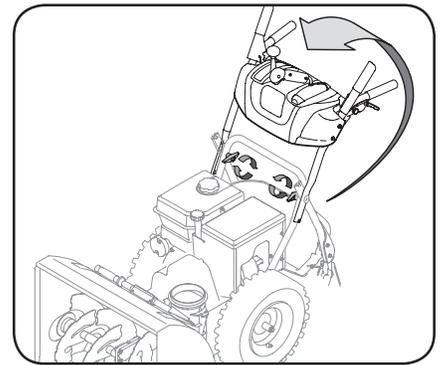

Figura 2-4
5. Gire la manija hacia arriba y alinee la lengüeta del área inferior de la manija superior con el orificio de la manija inferior. Sujete la manija, para lo que debe ajustar la tuerca de mariposa que está ubicada en los lados izquierdo y derecho de dicha manija. Consulte Figura 2-4. Retire y descarte todas las bandas elásticas, si las hubiera. Únicamente se utilizan para el empaque.